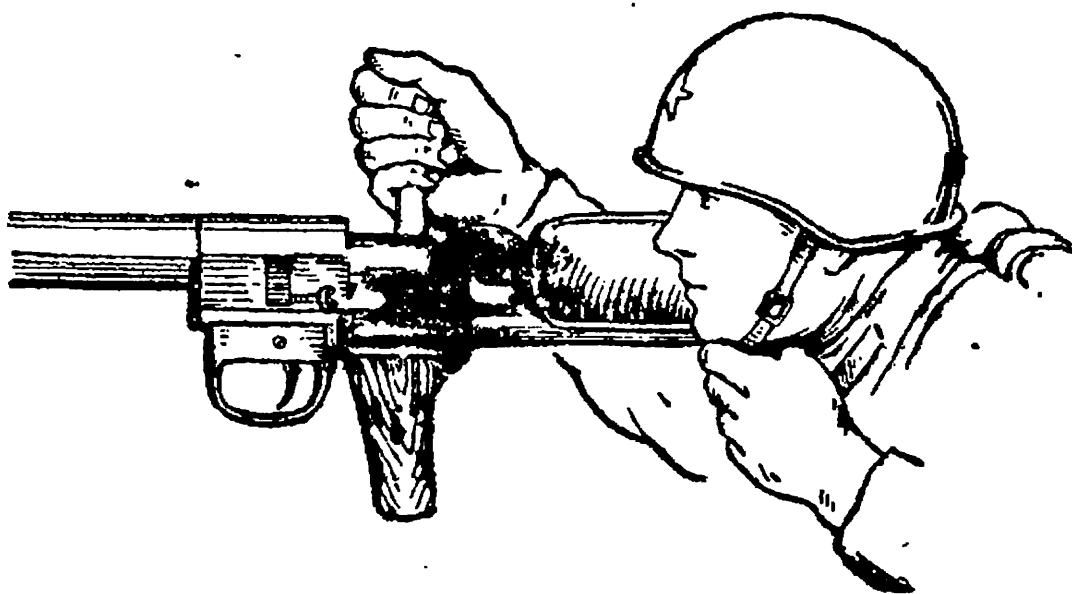
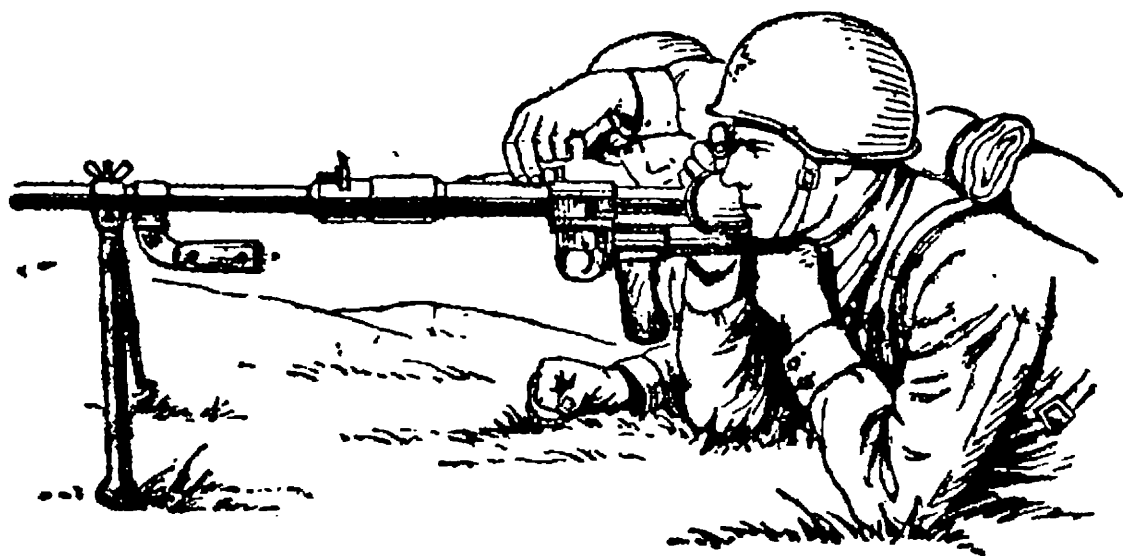

Рис. 49. Как открыть затвор ружья ПТРД
Рис. 50. Как зарядить ружье ПТРД
92. Для заряжания наводчик правой рукой открывает затвор (рис. 49), а его помощник вкладывает патрон в верхнее окно ствольной коробки (рис. 50), после чего наводчик подает затвор вперед, досылая патрон в патронник, и переносит руку на рукоятку ружья.